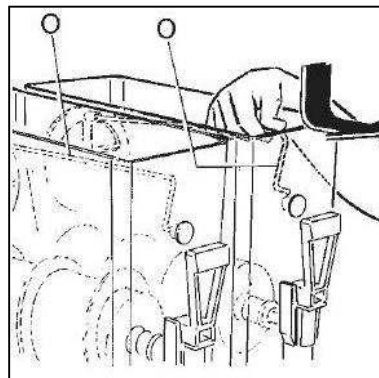

Fig. 20
- Procedere al rimontaggio del dispositivo di miscelazione superiore (O) facendo in modo che la sua corona dentata sia in fase con quella inferiore in modo da facilitare il perfetto incastro del perno anteriore nella propria sede collocata sulla vasca (vedi fig. 20).